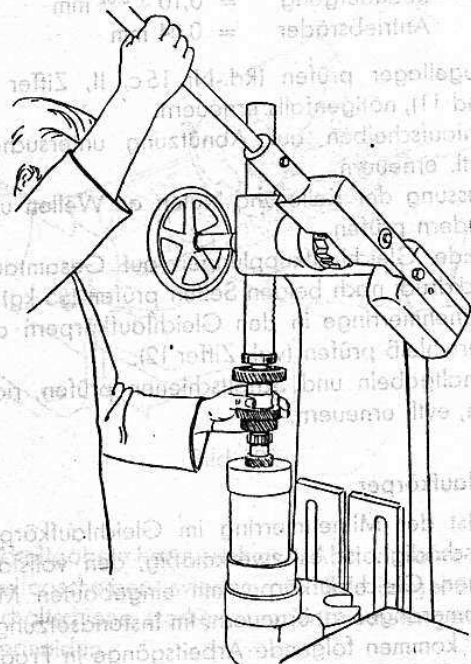

Bild 111
4. Vorderes Lager aufpressen (Bild 111).